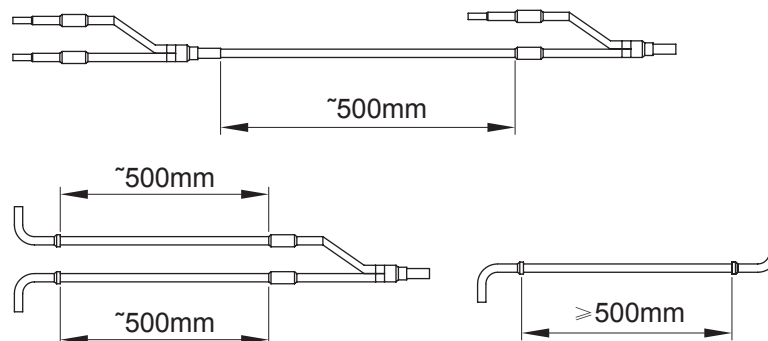

Рис. 12.5.
12.5.5. При проектировании и монтаже разветвителей необходимо учитывать следующее (рис. 12.5.):